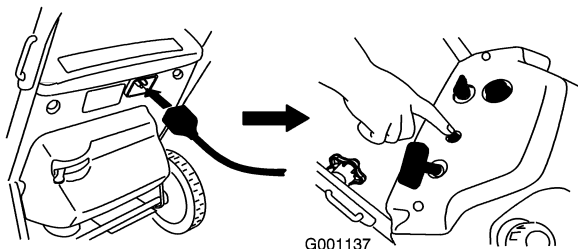
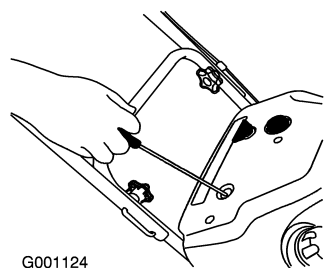

Figure 16
Figure 17
- Mettez le moteur en marche avec le bouton de démarrage électrique (Figure 16) ou le lanceur (Figure 17).